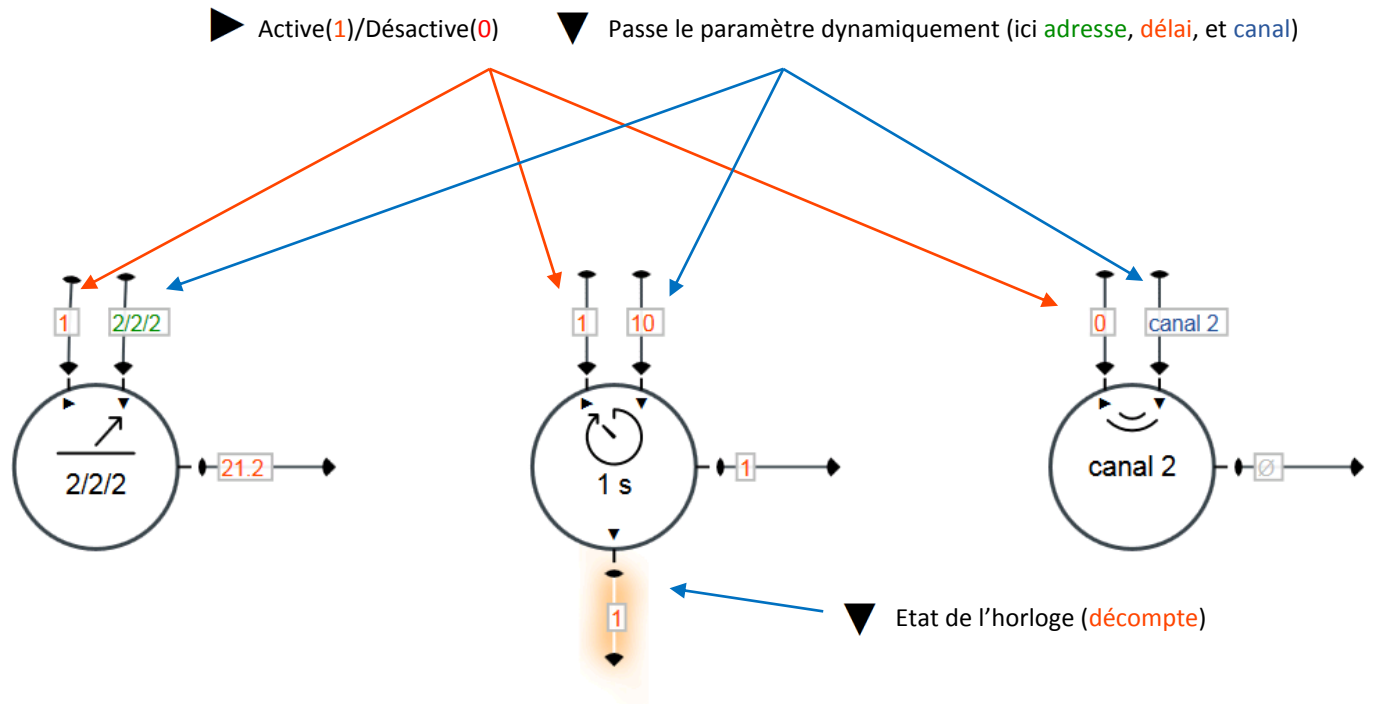

Figure 17 Déclencheurs en mode avancé.
- Les déclencheurs (voir Figure 17)